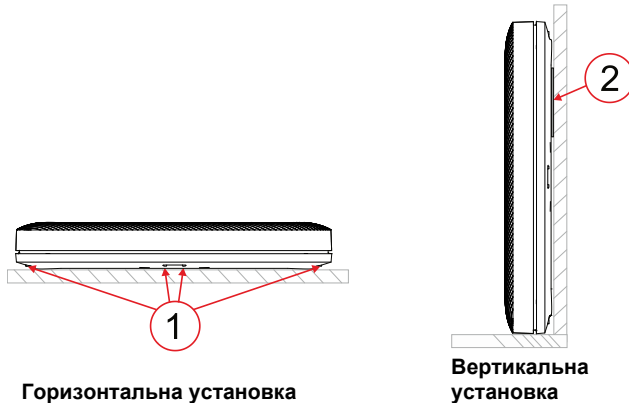

Рисунок 1: Типи встановлення та опис зовнішніх частин виробу
- Відкрийте кришку виробу та вставте батарейки (AAA) у тримач для батарейок (6). Переконайтеся, що батарейки встановлені з правильною полярністю.
- Коли в датчик встановлюється друга батарея, на централь надсилається сигнал навчання, і датчик переходить у вибране положення. Коли встановлена слабка батарея, світлодіод (3) блимає жовтим кольором (2 Гц).
- У разі вертикальної установки - виріб спирається однією стороною на землю. Прикріпіть магнітну наклейку (2) до вбудованої пластины в задній верхній частині виробу, див. рис. 1. Зніміть фольгу з наклейки і прикріпіть до стіни в потрібному місці. При такому встановленні датчик реагує на рідину від 3,5 мм водяного стовпа.
- Пристрій надсилає повідомлення про активацію на централь щоразу, коли під'єднується будь-яка пара штифтів виявлення (1).